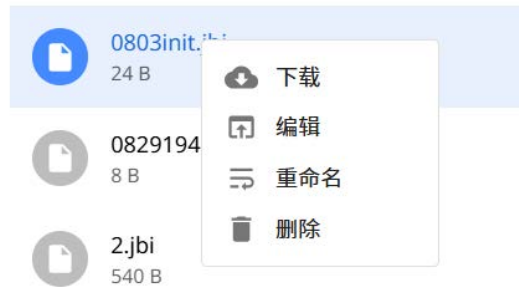

图 11-7：对文件的操作
- 选择文件后，右击鼠标，可以下载，编辑，重命名，删除文件，如图 11-7 所示。